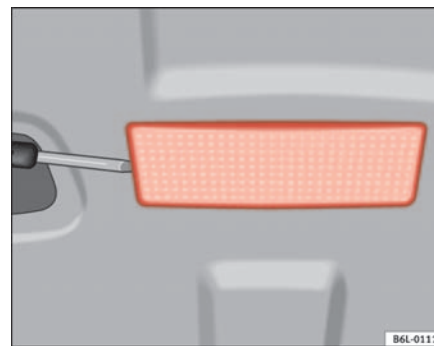

Fig. 155 Eclaireur du coffre à bagages
- Introduisez la partie plate d'un tournevis dans la fente du côté gauche ⇒ fig. 155.